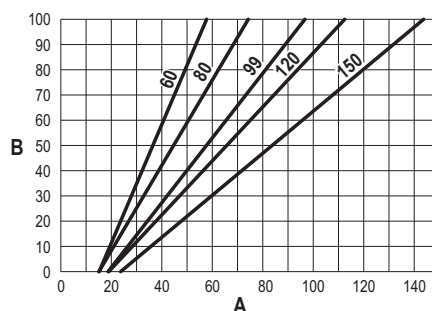

fig. 74
- Apăsați **tastele contextuale 1 și 2** pentru a mări sau a reduce puterea termică (minimă = 00 - maximă = 100). Consultați diagrama “Reglarea puterii termice” (fig. 74).